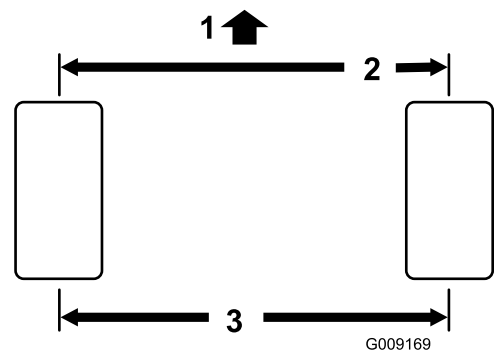

図 59
2. 後輪の前と後ろで、左右のタイヤの中央線間距離を測る (アクスルの高さ位置で計測) (図 59)。前後での計測値の差が 0 ± 3 mm の範囲内であれば適切。タイヤを90度回し、同じように計測して再確認する。